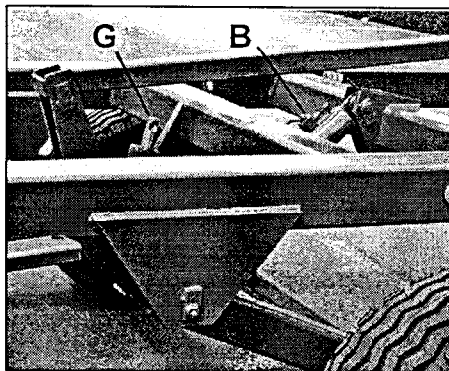
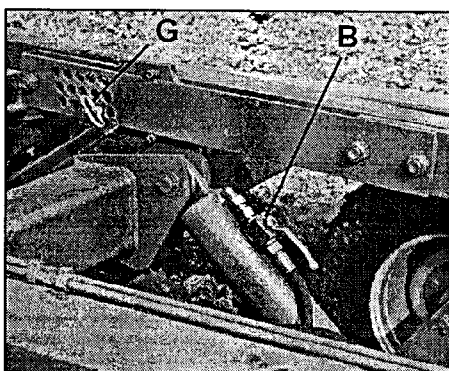

Fig.7
Fig.8
Scheibenegge ausheben. Absperrhahn schließen (**B**, Fig.7 bzw. 8).
- Tiefenbegrenzung über die Räder; in Lochreihe **G** abstecken (Fig.8) – bzw. bei Typ „K“ mit Spindel (**G**, Fig.7). Dadurch gleichmäßige Arbeitstiefe bei wechselnden Bodenarten.